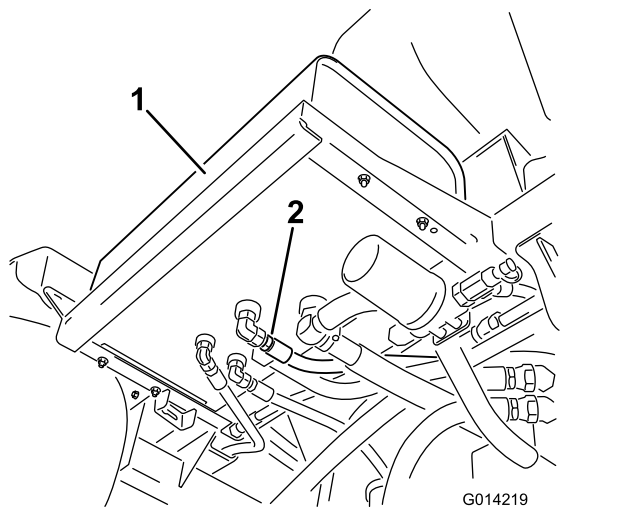

图 99
2. 清洁液压油箱底部的 1 个液压软管接头周围的区域 图 99。
4. 从油箱上拆下软管接头将油排放到盘中 图 99。